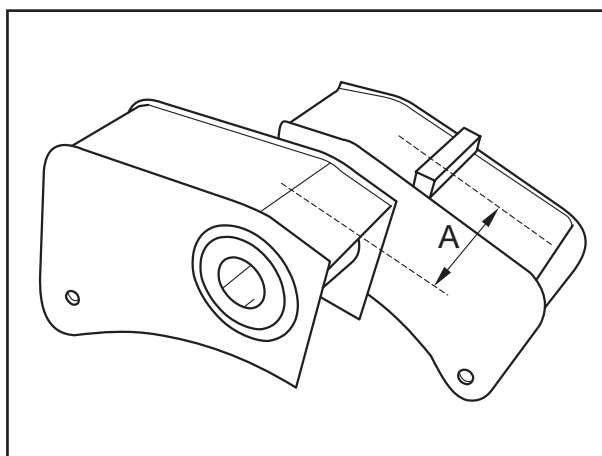

Рис. 11
- [21] У балансиров со смещением А в 122 мм (рис. 11) вдавить заподлицо с каждой стороны по одному сайлентблоку.